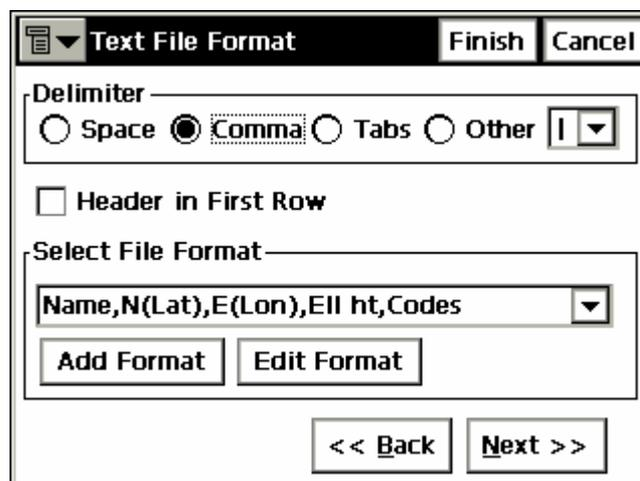

Рисунок 5-8. Текстовый формат файла
1. Укажите формат, в котором сохранены данные в файле (рис. 5-8).